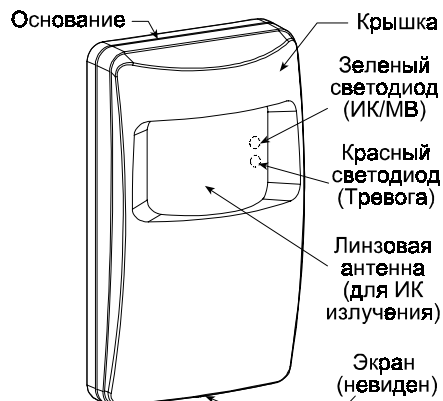

Рисунок 1. Общий вид детектора DUO 200.
- А. Отвинтите и удалите винт, находящийся в нижней части корпуса (см. рисунок 1) и снимите крышку.